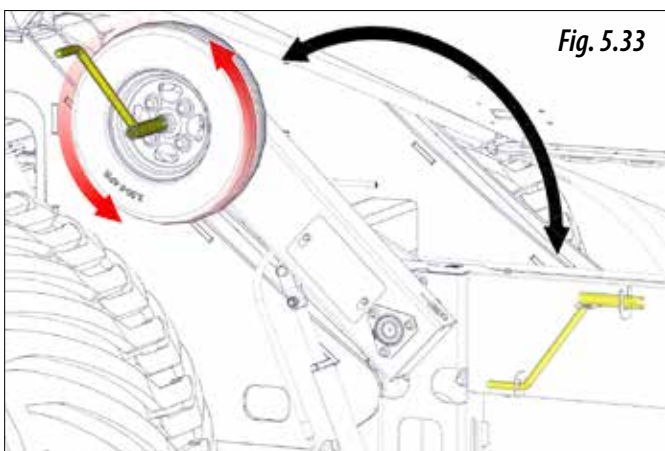

Fig. 5.33
**4.A.4-** Puneți în mișcare transmisia pentru a goli produsul din unitatea de dozare (Fig. 5.33).